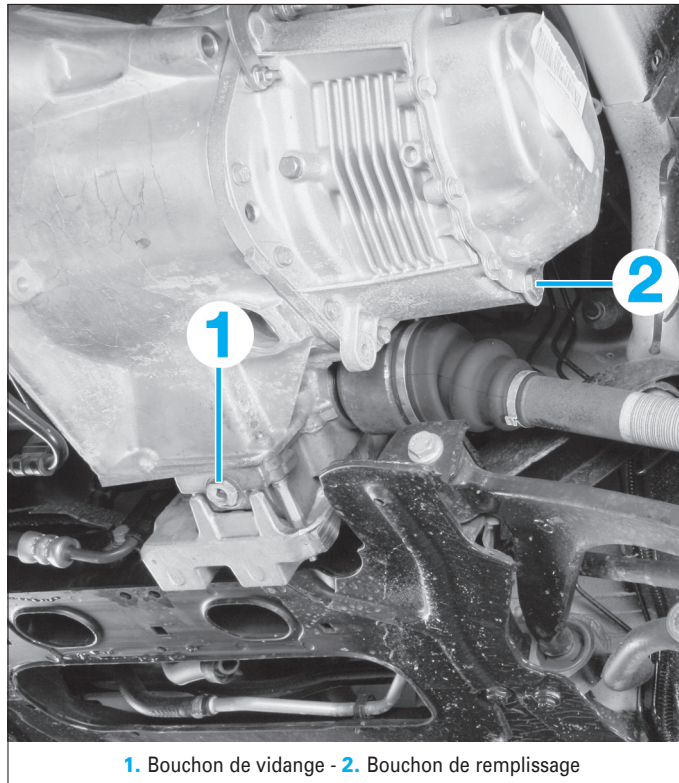

FIG. 1
- Déposer le bouchon de remplissage (Fig.1).
- Vidanger la boîte de vitesses (Fig.1).